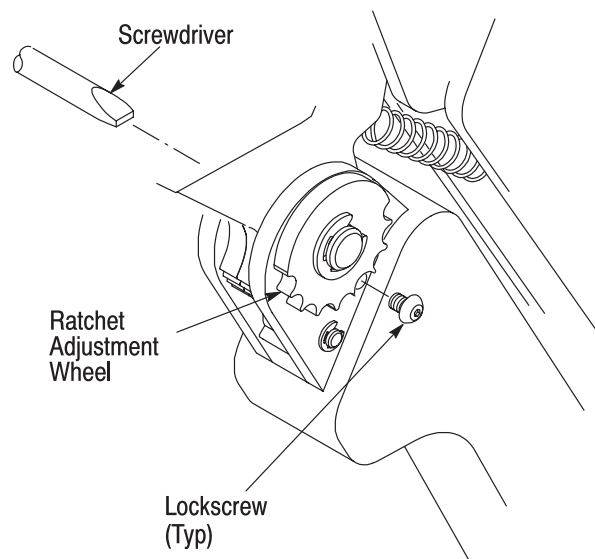

Figure 4
**6. CRIMP HEIGHT ADJUSTMENT** (Figure 4)